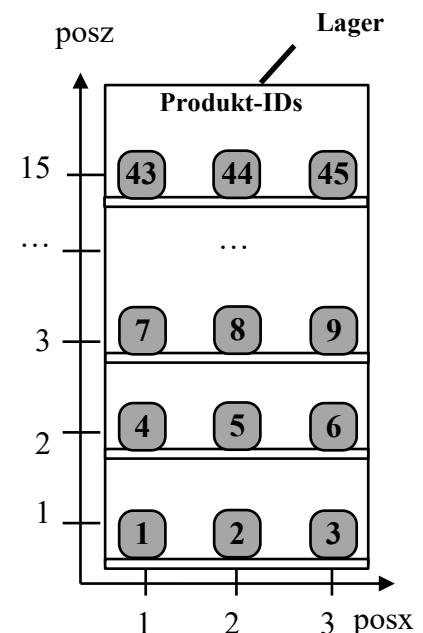

Bild 16.1 Produkt-IDs im Lager
Den Produkten im Lagerhaus werden gemäß folgenden Regeln Produkt-IDs zugeteilt (siehe Bild 16.1).
- Die Nummerierung erfolgt aufsteigend (1, 2, 3, ..., 45), von links nach rechts und von unten nach oben, wie in Bild 16.1 gezeigt.